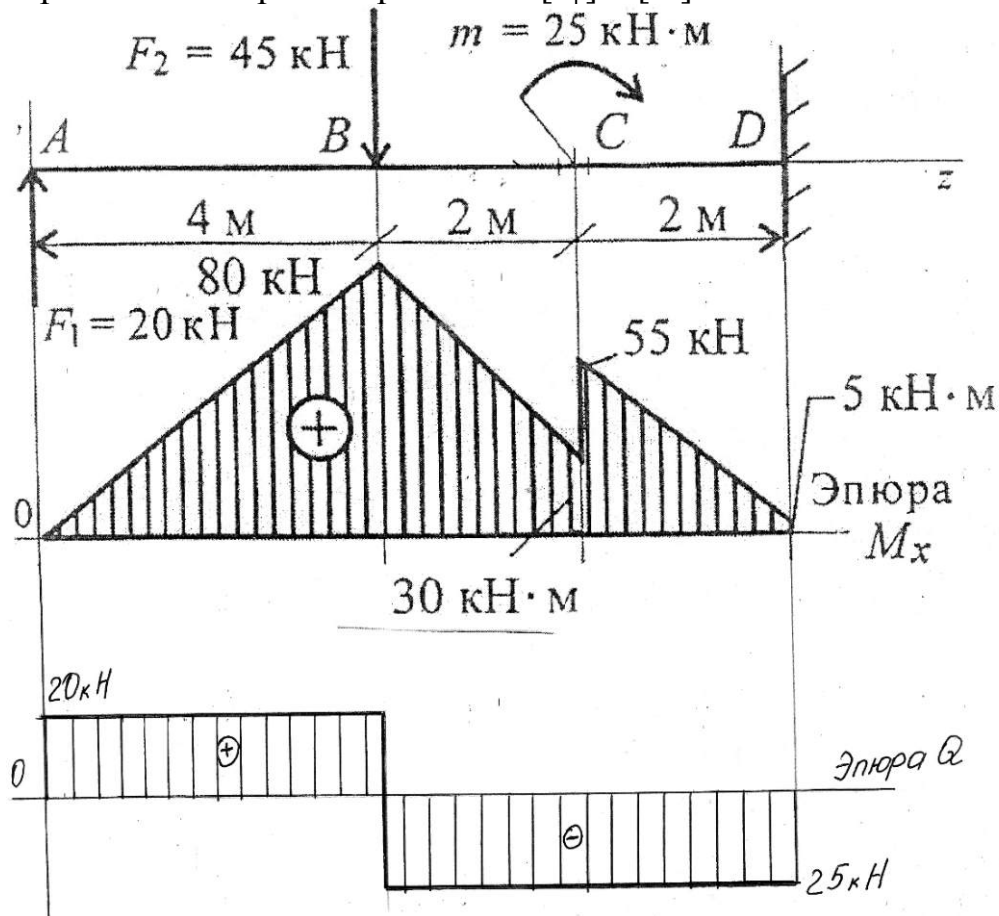

Рис. 41
**Пример 6.** Подобрать размеры сечения балки в виде двутавра. Известна схема нагружения балки (рис. 41), материал – сталь, допускаемое напряжение материала при изгибе  $[\sigma_p] = [\sigma_c] = 160$  МПа.
В соответствующем масштабе строим эпюры поперечных сил и изгибающих моментов (рис.41).